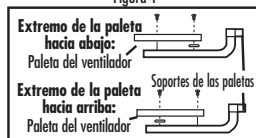

Figura 2
4. La mayoría de los problemas de oscilación del ventilador ocurren cuando los niveles de las paletas no son iguales. Compruebe este nivel seleccionando un punto en el cielorraso hasta que la próxima paleta esté colocada en el sitio para la medición. Repita el procedimiento para cada paleta. Si los niveles de las paletas son diferentes, puede ajustar los niveles de las paletas usando el siguiente procedimiento: Para ajustar hacia abajo el extremo de una paleta, inserte una arandela (no incluida) entre la paleta y el soporte de la misma en el tornillo más cercano al motor (Figura 2). Para ajustar hacia arriba el extremo de una paleta, inserte una arandela (no incluida) entre la paleta y el soporte de la misma en los dos tornillos más alejados del motor (Figura 2).